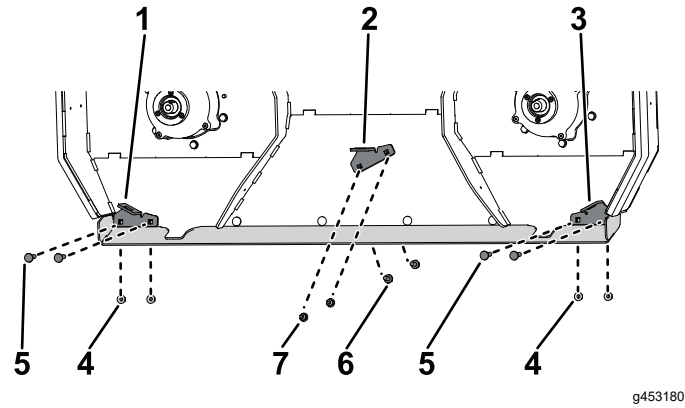

Figura 13
2. Fije los soportes de los deflectores derecho e izquierdo al soporte del deflector y a la carcasa de corte con 4 pernos de cuello cuadrado (5/16" x 1 1/4") y 4 contratuercas (5/16"), como se muestra en la Figura 13.
3. Fije el soporte del deflector central a la carcasa de corte con 2 pernos de cuello cuadrado (5/16" x 3/4") y 2 contratuercas (5/16"), como se muestra en la Figura 13.